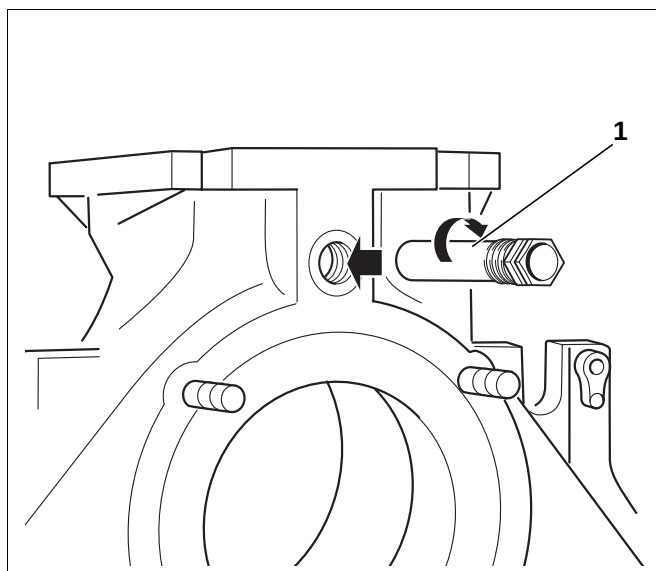

Fig. 22 Montasje – følerlomme
- Sett den $\frac{3}{4}$ " følerlommen inn i den $\frac{3}{4}$ " gjengeboringen i turstussen (fig. 22, **pos. 1**) fra kjelens bakside (lengde: 110 mm).